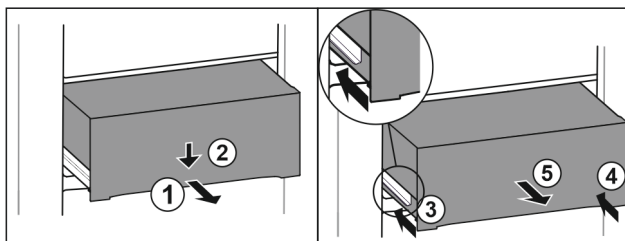

Fig. 112
- ▶ Træk skuffen halvt ud. Fig. 112 (1)
- ▶ Tryk skuffen ned på forsiden. Fig. 112 (2)
- ▶ Skub venstre skinne ca. 2 cm ind. Fig. 112 (3)
- ▶ Skub højre skinne ca. 2 cm ind. Fig. 112 (4)
- ▶ Tag skuffen ud fremefter. Fig. 112 (5)